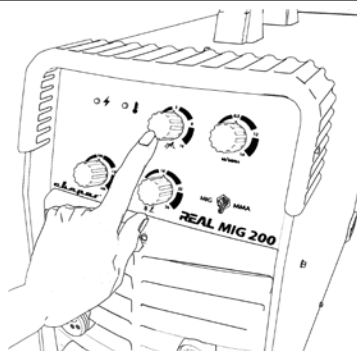

Рис. 9.19. Регуляторы параметров сварки.
16. Выставьте необходимые параметры сварки (См. таблицу 10.10) (См. рис. 9.19).